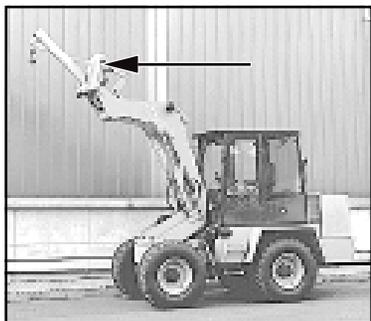

Bild 6-6
- Bild 6-6 zeigt Lasthaken.
- Fig. 6-6 shows the lifting hook.